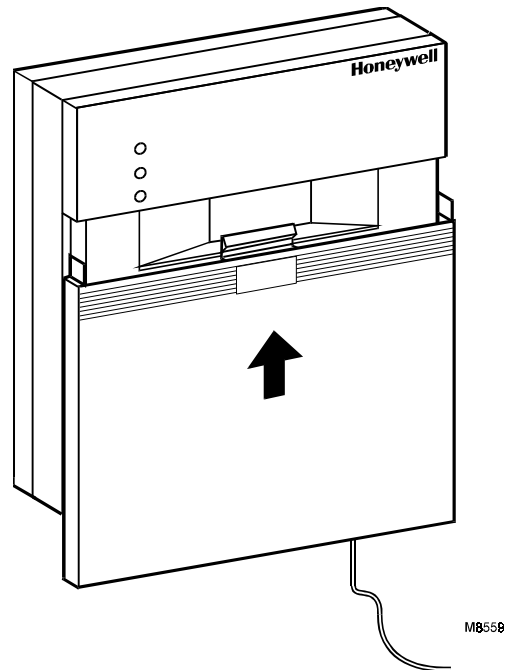

Fig. 18. Remise en place du couvercle.
- ❶ Remettre en place le couvercle. Voir Fig. 18.